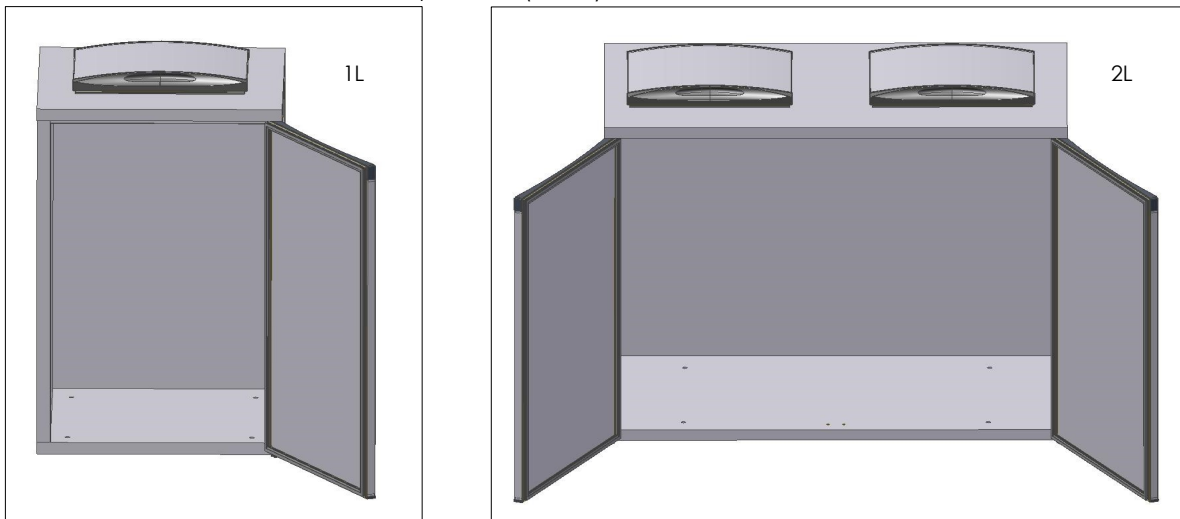

Fig. 9
- Führen Sie die **Tür** an der Boden- und Abdeckplatte ein (Abb.9);